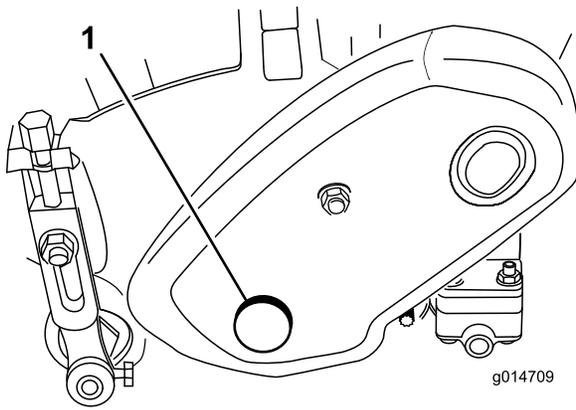

Bild 20
1. Nehmen Sie die Schraube von der Spindeltriebsabdeckung an der linken Seite der Spindel ab (Bild 20).